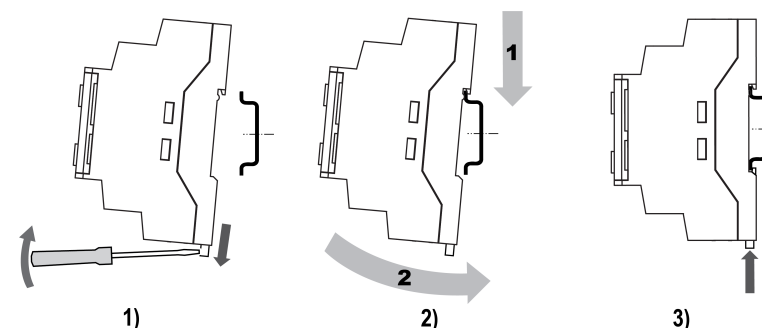

Рисунок 7.2 – Монтаж и демонтаж прибора
2. Вставив отвертку в проушину, оттянуть защелку (см. рисунок 7.2, 1).
3. Прижать прибор к DIN-рейке (см. рисунок 7.2, 2). Отверткой вернуть защелку в исходное положение (см. рисунок 7.2, 3)